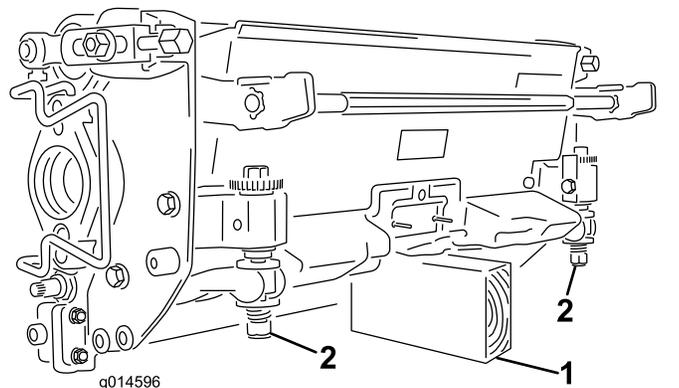

図 49
**重要** ベッドナイフやリールを見るためにカッティングユニットを立てる場合には、ベッドバー調整ねじのナットが床面に接触しないように、カッティングユニットの後ろ側をスタンドなどで支えてください 図 49。